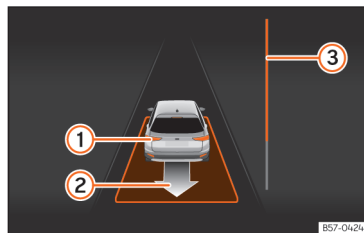

Рис. 130 Дисплей комбінації приладів: виїзд із паралельної парковки
• Їдьте заднім ходом, доки не почуєте безперервний звуковий сигнал асистента Park Pilot; **АБО:** їдьте назад, доки на дисплеї комбінації приладів не з'явиться вказівка їхати вперед. Індикатор » **рис. 130** **3** відображає залишкову відстань.